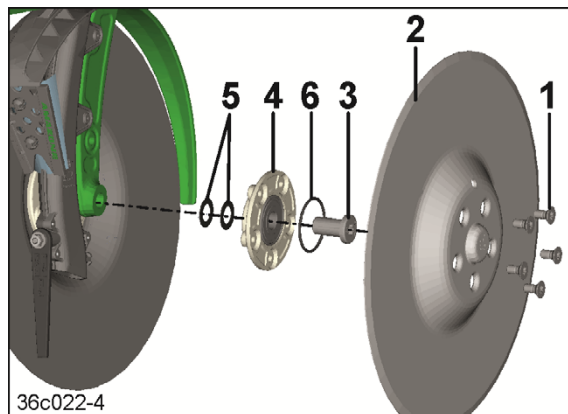

Рис. 225
1. Ослабьте все винты с потайной головкой (Рис. 225/1) и снимите высевной диск (Рис. 225/2).
2. Ослабьте центральный винт (Рис. 225/3) и снимите опору (Рис. 225/4) с распорными шайбами (Рис. 225/5).
3. Замените уплотнительное кольцо (Рис. 225/6), если оно повреждено.